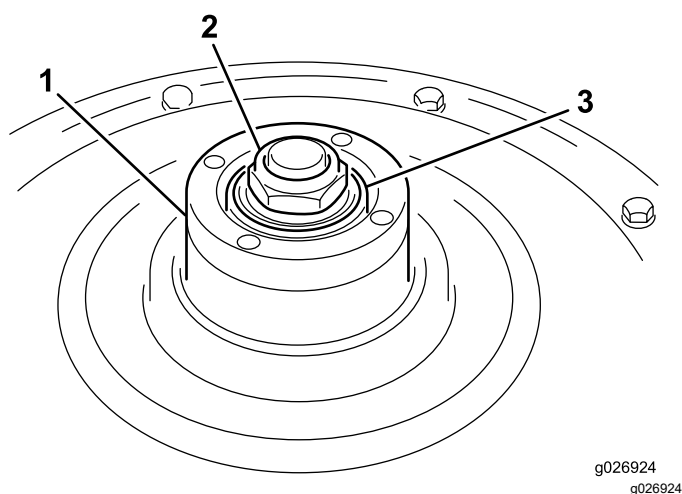

Bild 13
2. Drehen Sie die Radnabe (Bild 13), um die Lagereinstellung zu prüfen. Sie sollten beim Drehen der Nabe einen leichten Widerstand fühlen. Wenn kein Widerstand fühlbar ist, ziehen Sie die Radnabenmutter (Bild 13) fest, bis Sie beim Drehen der Nabe einen leichten Widerstand fühlen.
3. Prüfen Sie den O-Ring, um sicherzugehen, dass er nicht beschädigt ist und stellen Sie sicher, dass er sich im Innendurchmesser der Radnabe befindet (Bild 13).